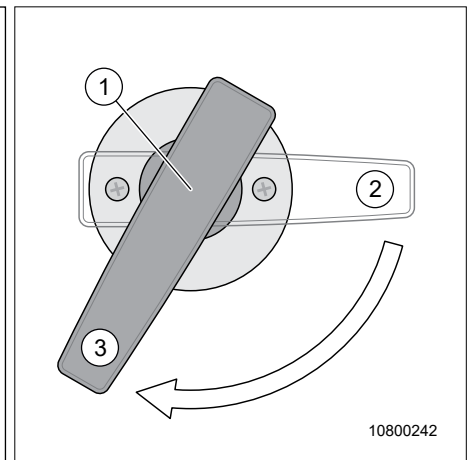

Fig. 111 Robinet de vidange
3. Tourner le robinet de vidange (Fig. 111, Pos. 1) dans le sens inverse horaire (Fig. 111 Pos. 3) et vidanger l'eau.
5. Tourner le robinet de vidange (Fig. 111, Pos. 1) dans le sens horaire (Fig. 111, Pos. 2) pour le fermer.
3. Ouvrir le robinet de vidange (Fig. 111, Pos. 1) (Fig. 111, Pos. 3).
4. Une fois le réservoir vidangé, fermer le robinet de vidange (Fig. 111, Pos. 1) (Fig. 111, Pos. 2).